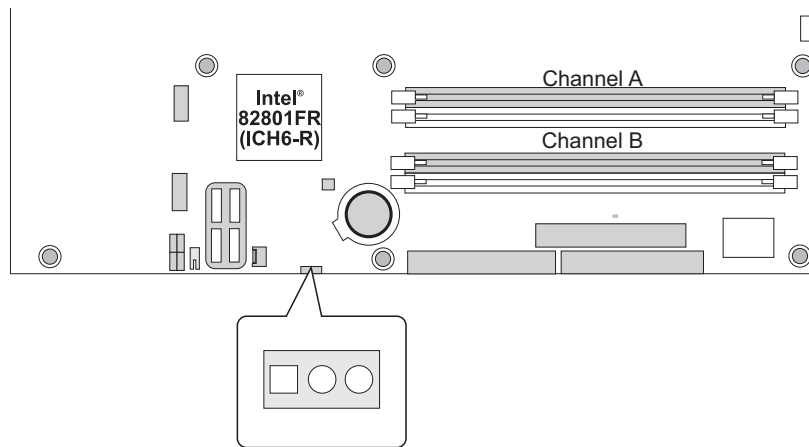

Abbildung 14. Position des Jumperblocks für die BIOS-Konfiguration
Die Position der Jumper für die BIOS-Konfiguration ist in Abbildung 14 dargestellt.
4. Suchen Sie den Jumperblock zur BIOS-Konfiguration (siehe Abbildung 14).